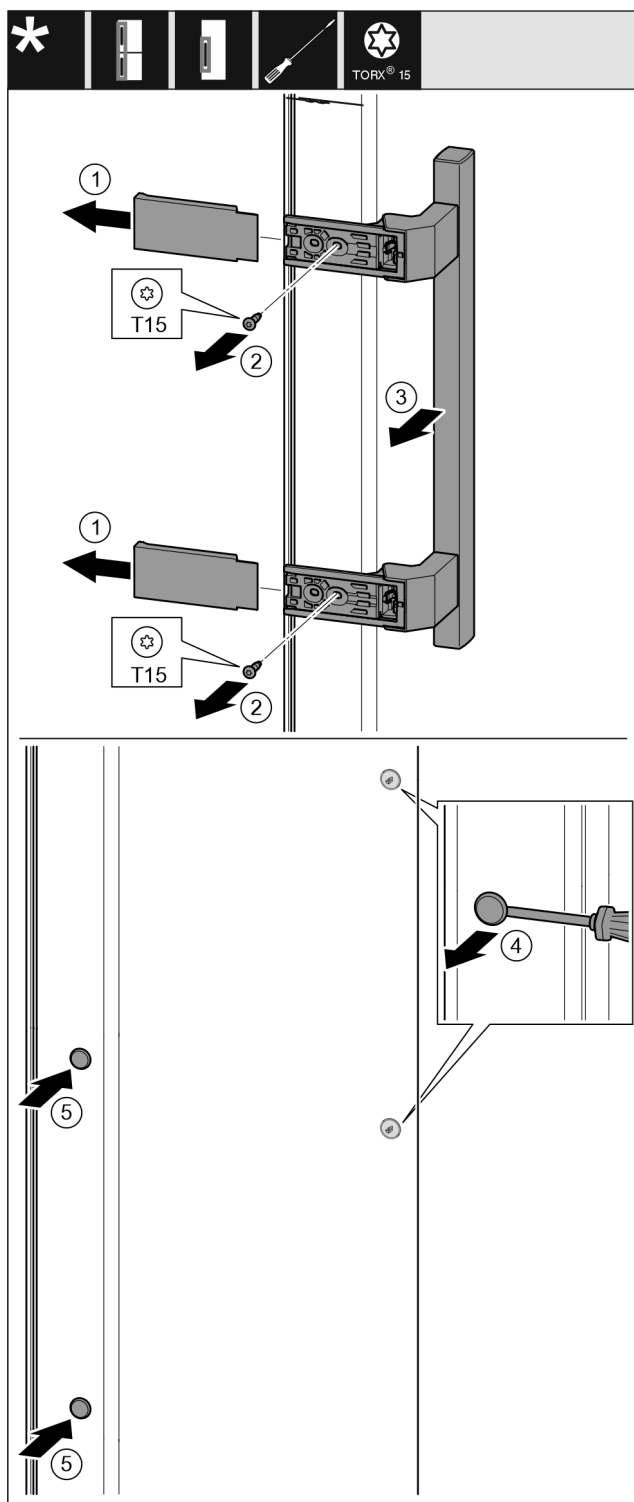

Fig. 13
- ▶ Retire la cubierta. Fig. 13 (1)
- ▶ Desenrosque los tornillos con el destornillador T15. Fig. 13 (2)
- ▶ Retire el tirador. Fig. 13 (3)
- ▶ Levante cuidadosamente el tapón lateral con un destornillador para tornillos de cabeza ranurada y extráigalo. Fig. 13 (4)
- ▶ Vuelva a colocar el tapón en el otro lado. Fig. 13 (5)